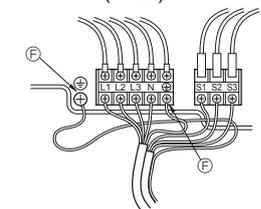

Fig. 6-2
6.1. Dış ünite (Fig. 6-1, Fig. 6-2)
- Fig. 6-1 ve Fig. 6-2'ye bakarak kabloları bağlayın.